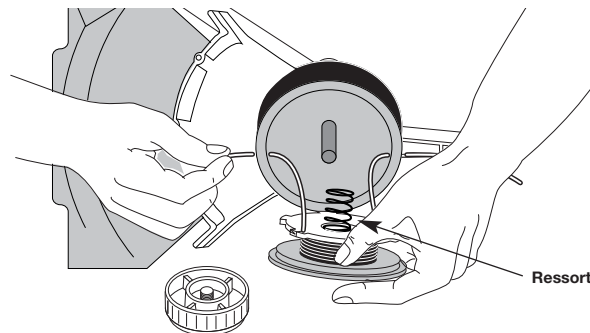

Fig. 34
13. Insérez les extrémités du fil dans les œillets de la bobine extérieure et placez le moulinet et le ressort dans la bobine (Fig. 34). Enfoncez le moulinet et la bobine ensemble. Tout en tenant le moulinet et la bobine, saisissez les extrémités et tirez fermement pour dégager le fil des fentes de retenue de la bobine.
5. Insérez les extrémités du fil dans les œillets de la bobine extérieure (Fig. 34).